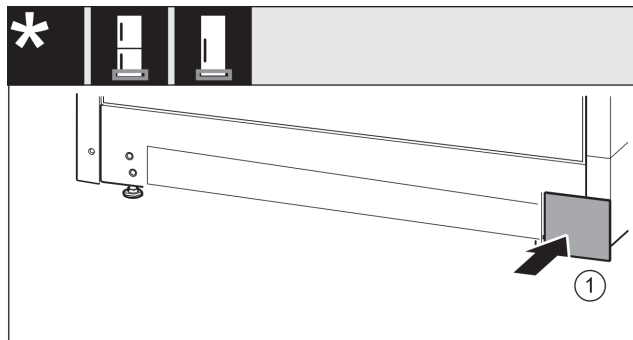

Fig. 37
- ▶ Снова установите крышку с другой стороны. *Fig. 37 (1)*